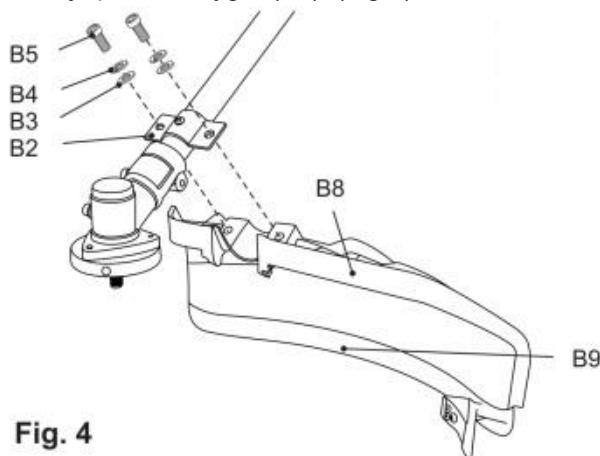

Fig. 4
24) Säkra anslutningen med bultar (B5) , fjäderbrickor (B4)) och brickor (B3)) med hjälp av verktyget (E4) .(Fig.4).